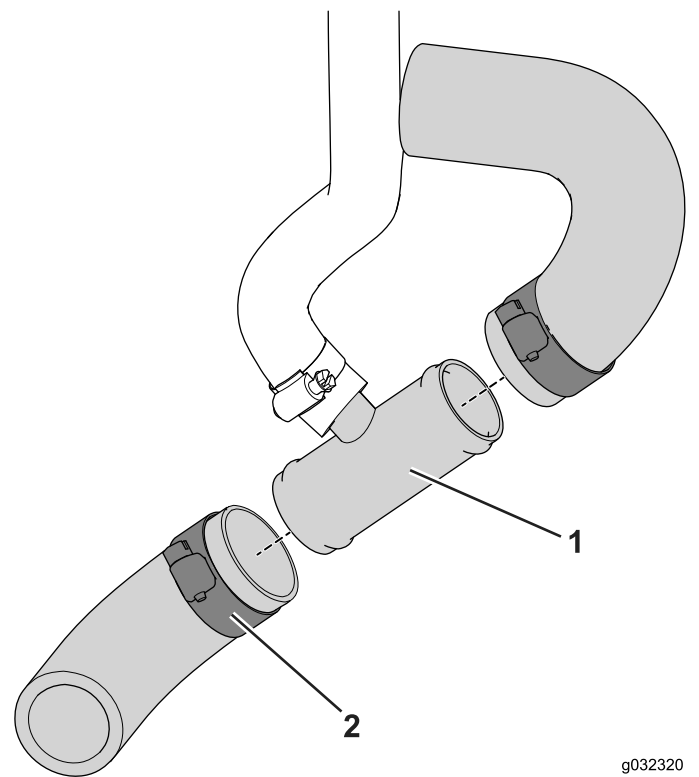

Figura 13
3. Deslize as extremidades cortadas por cima da união em T e prenda-as com a braçadeira de tubos (3/4 pol. a 1 1/2 pol.), conforme indicado na Figura 13.